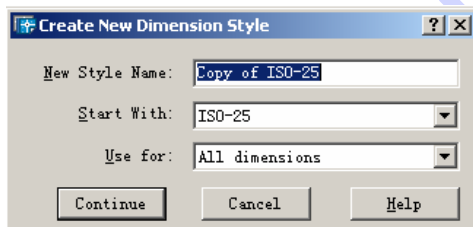

图 8-55 Create New Dimension Style 对话框
(2) 在 Preview of (预览) 和 Description (说明) 栏中显示指定标注样式的预览图像和说明文字。
(3) 在样式列表中单击右键,可对指定样式进行重命名 (Rename) 或删除 (Delete) 操作。注意,以下样式不能被删除。
(4) 单击 **Set Current** 按钮可将指定的标注样式设置为当前样式,也可通过快捷菜单中的 Set current 项完成此操作。
(5) 单击 **New...** 按钮弹出 Creat New Dimension Style (创建新标注样式) 对话框,如图 8-55 所示。